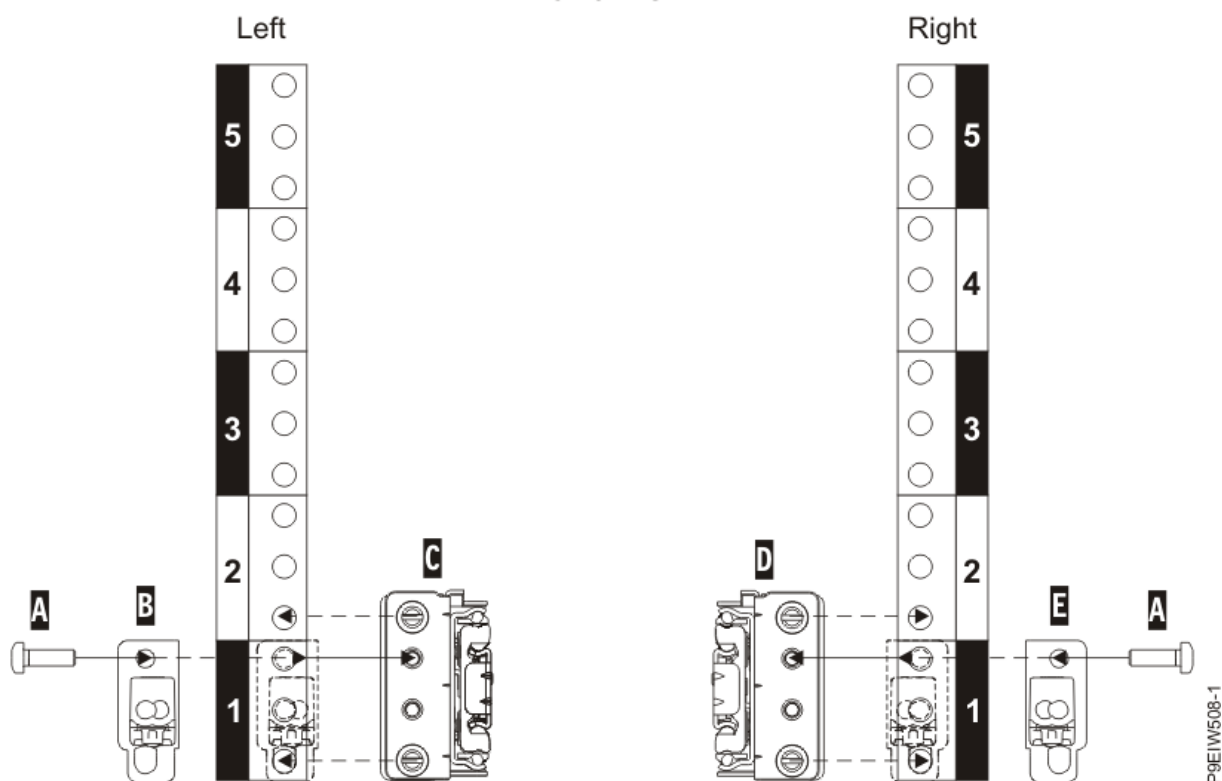

Figura 2. Atașarea șinelor de glisare în partea din față a dulapului
2. În partea din față a dulapului, poziționați șina de glisare din stânga (C) între standardele de montare EIA din față-stânga și din spatele dulapului, așa cum se arată în Figura 2 la pagina 3.
5. Poziționați colțarul cu zăvor (B) astfel încât să acopere spațiul EIA din față al șinei de glisare, așa cum este arătat în Figura 2 la pagina 3.
6. Atașați colțarul cu zăvor de șină în flanșa de șină din față, cu un șurub M5 X 16 mm (A). Plasați șurubul în orificiul superior al unității EIA, așa cum se arată în figura următoare.
7. Repetați pașii “1” la pagina 2 până la “6” la pagina 3 pentru șina de glisare din dreapta (D), așa cum se arată în Figura 2 la pagina 3. Șina de glisare din dreapta este marcată cu identificatorul R pe locația din față.